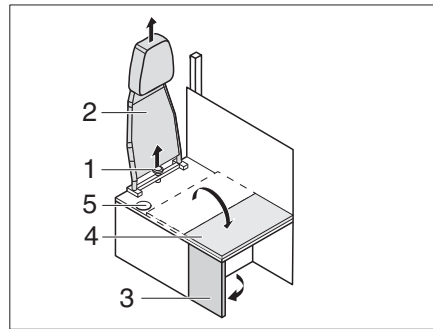

Fig. 184 Transformación del funcionamiento con el vehículo en marcha al funcionamiento para vivir y estar
- Desatornillar el tornillo de estrella (Fig. 184,1) y retirar el respaldo (Fig. 184,2) hacia arriba.
- Desplegar la pared lateral (Fig. 184,3).
- Plegar la prolongación del banco (Fig. 184,4) sobre la pared lateral.
- ▷ Para la transformación del funcionamiento para vivir y estar al funcionamiento con el vehículo en marcha proceder en orden inverso al descrito. Asegurar que el cinturón de seguridad se introduce a través de la abertura (Fig. 184,5).